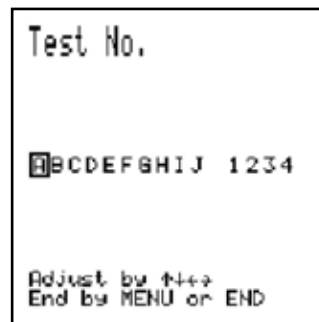

Рис. 4.3 Меню „Номер испытания“
- Перед началом серии измерений можно сделать метку, состоящую из максимум 10 букв, пробелов и/или символов , ; - _ включая четырехзначные числа, например, наименование здания, номер этажа, номер элемента (см. Рис. 4.3).